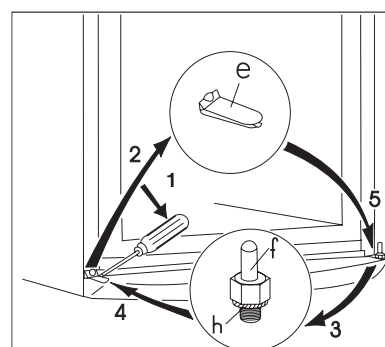

рис. 4.
- С помощью отвертки вытащите вставку (e) нижней вентиляционной решетки (Рис. 4).
- Вывинтите нижнюю дверную петлю (h, f) морозильного отделения и снова привинтите её на другой стороне. При этом не забудьте поставить подкладную шайбу (h) (рис. 4).
- Установите дверь морозильного отделения на нижнюю дверную петлю (f) (рис. 4).